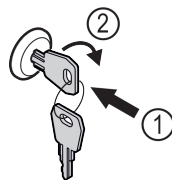

Fig. 172 Példaként szolgáló ábrázolás
- ▶ Dugja be a kulcsot Fig. 172 (1).
- ▶ Forgassa el a kulcsot 90°-kal az óramutató járásával megegyező irányba Fig. 172 (2).